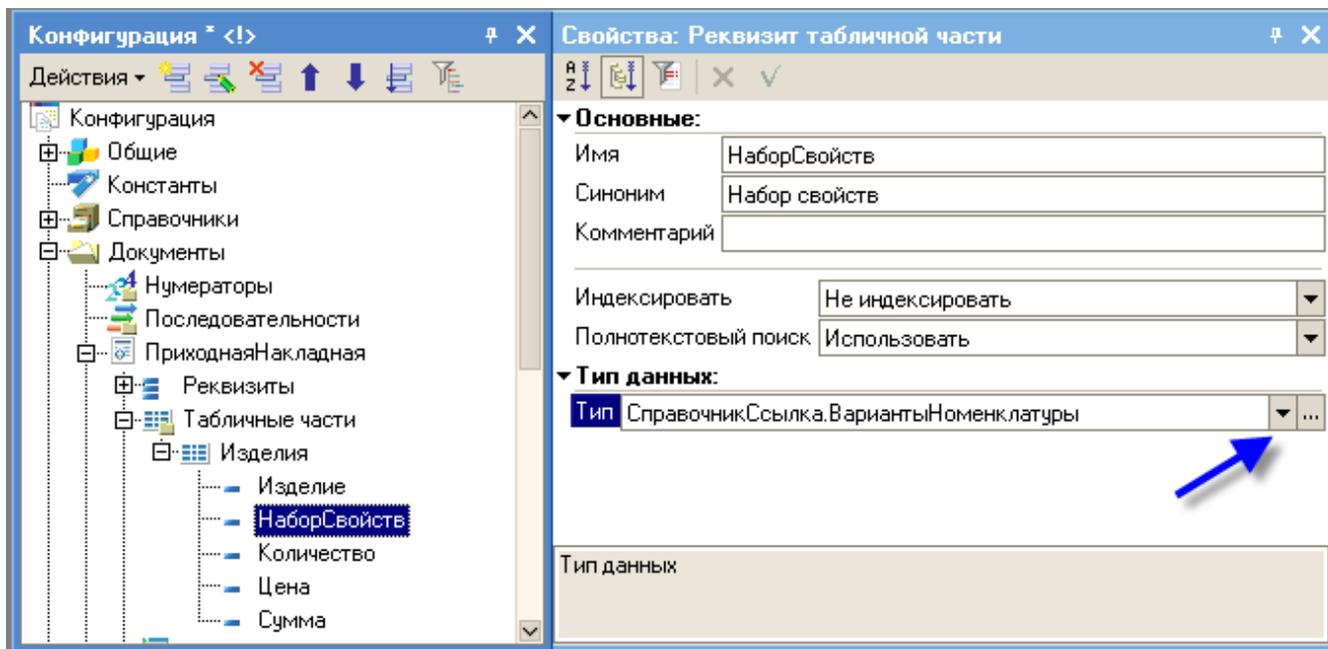

Рис. 133
- добавтье в табличную часть документа новый реквизит *НаборСвойств* с типом *СправочникСсылка.ВариантыНоменклатуры* и переместите его, поставив после реквизита изделие используя контекстное меню (рис. 133);